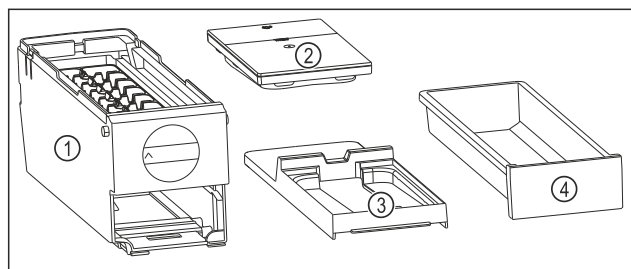

Fig. 123 Sestavni deli modula EasyTwist-Ice
- ▶ Modul EasyTwist-Ice je razstavljen na štiri dele. (glejte Fig. 123)
- ▶ Modul EasyTwist-Ice razstavite le na prikazane sestavne dele. (glejte Fig. 123)
- ▶ Glavni del EasyTwist-Ice Fig. 123 (1) očistite kot celoto.